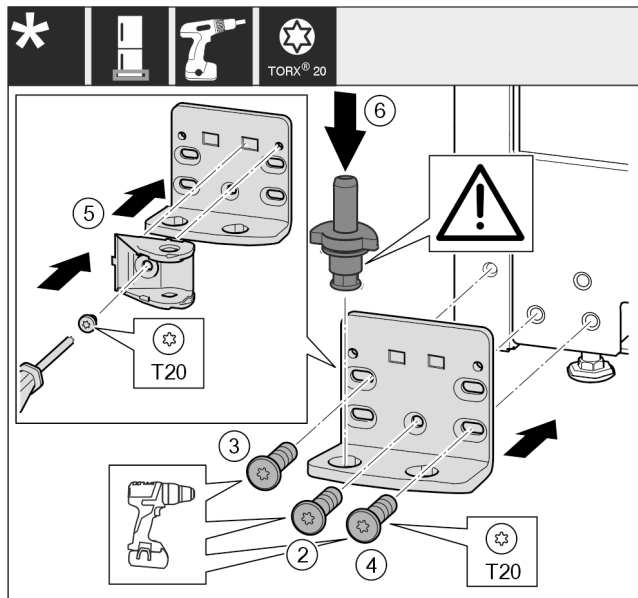

Fig. 21 *
- Установите опорный кронштейн с другой стороны и прикрутите с помощью отвертки. Начиная с винта Fig. 21 (2) снизу в центре.*
- Затяните винт Fig. 21 (3) и винт Fig. 21 (4).*